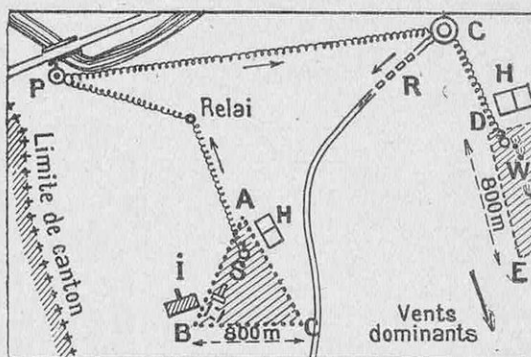

FIG. 8. — SCHÉMA DE L'ORGANISATION D'UN « CANTON » DE LA ZONE DES ARRIÈRES DE L'ARMÉE POUR LUTTER EFFICACEMENT CONTRE LES DESCENTES AÉRIENNES ÉVENTUELLES
Ces coups de mains ne pourraient guère se faire en force dans la zone des armées, en raison de la densité des troupes. Il n'en serait plus de même dans la zone de l'intérieur, où les formations militarisées sont plutôt éparses et rattachées à des places. Avant que les unités de celles-ci aient pu intervenir, les descentes aériennes (1) pourraient s'effectuer sans grands risques (fig. 8). Nous